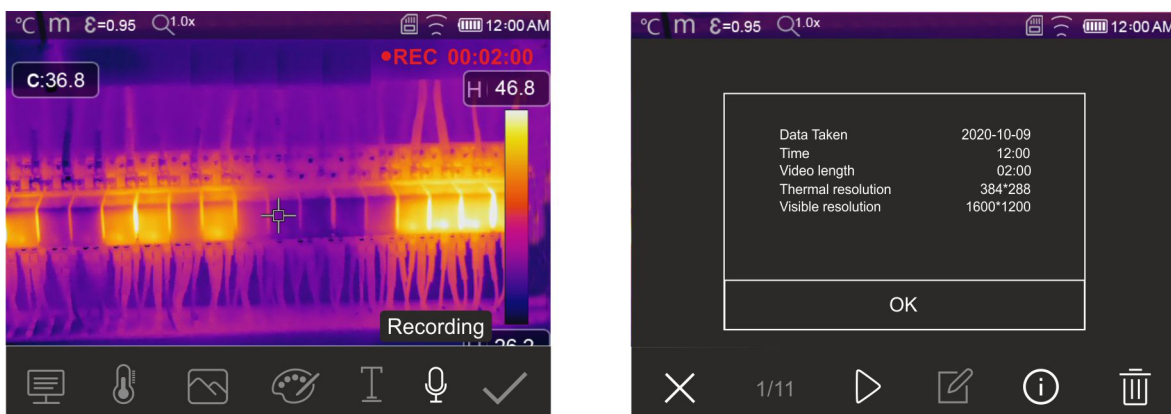

Fig. 51: Registro vídeo IR
2. **Pulse y mantenga pulsada la tecla T (Trigger) durante al menos 2s.** La indicación “REC” se muestra en la parte superior indicando el registro en curso (ver la Fig. 51)